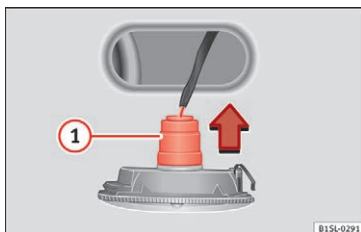

Fig. 93 Blinklygte på siden: udskiftning af pære
2. Vip blinklygten i siden ud af karrosseriet (2).
» Fig. 93 (1).